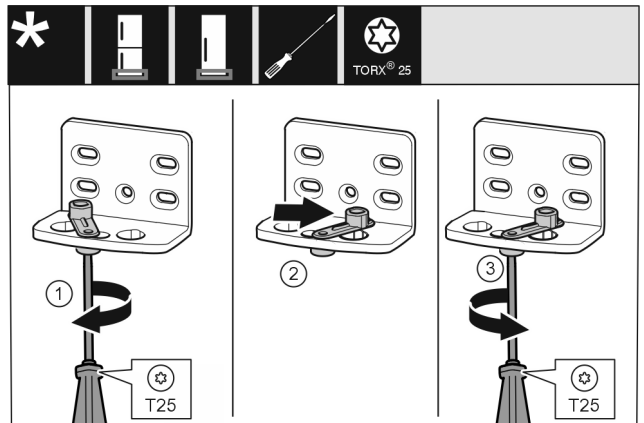

Fig. 14
- ▶ Ruuvaa ruuvit löysälle T25-ruuvimeisselillä. Fig. 14 (1)
- ▶ Nosta oven suljinta ja kierrä sitä reiässä 90° oikealle. Fig. 14 (2)
- ▶ Kiristä ruuvi T25-ruuvimeisselillä. Fig. 14 (3)